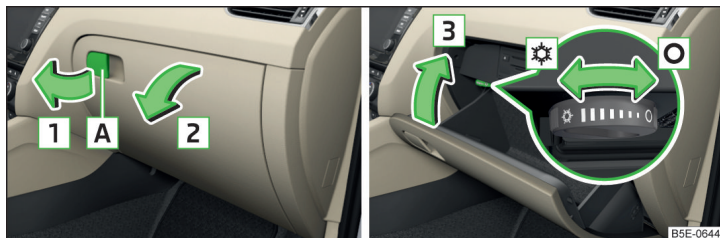

Fig. 104 Operar el compartimento guardaobjetos / Cerrar el compartimento guardaobjetos y operar el suministro de aire
- Para **abrir**, tirar el tirador **A** en el sentido de la flecha **1** y plegar la tapa en el sentido de la flecha **2** » fig. 104.
- Para **abrir**, girar el botón giratorio hasta el tope en la posición ☼ » fig. 104.